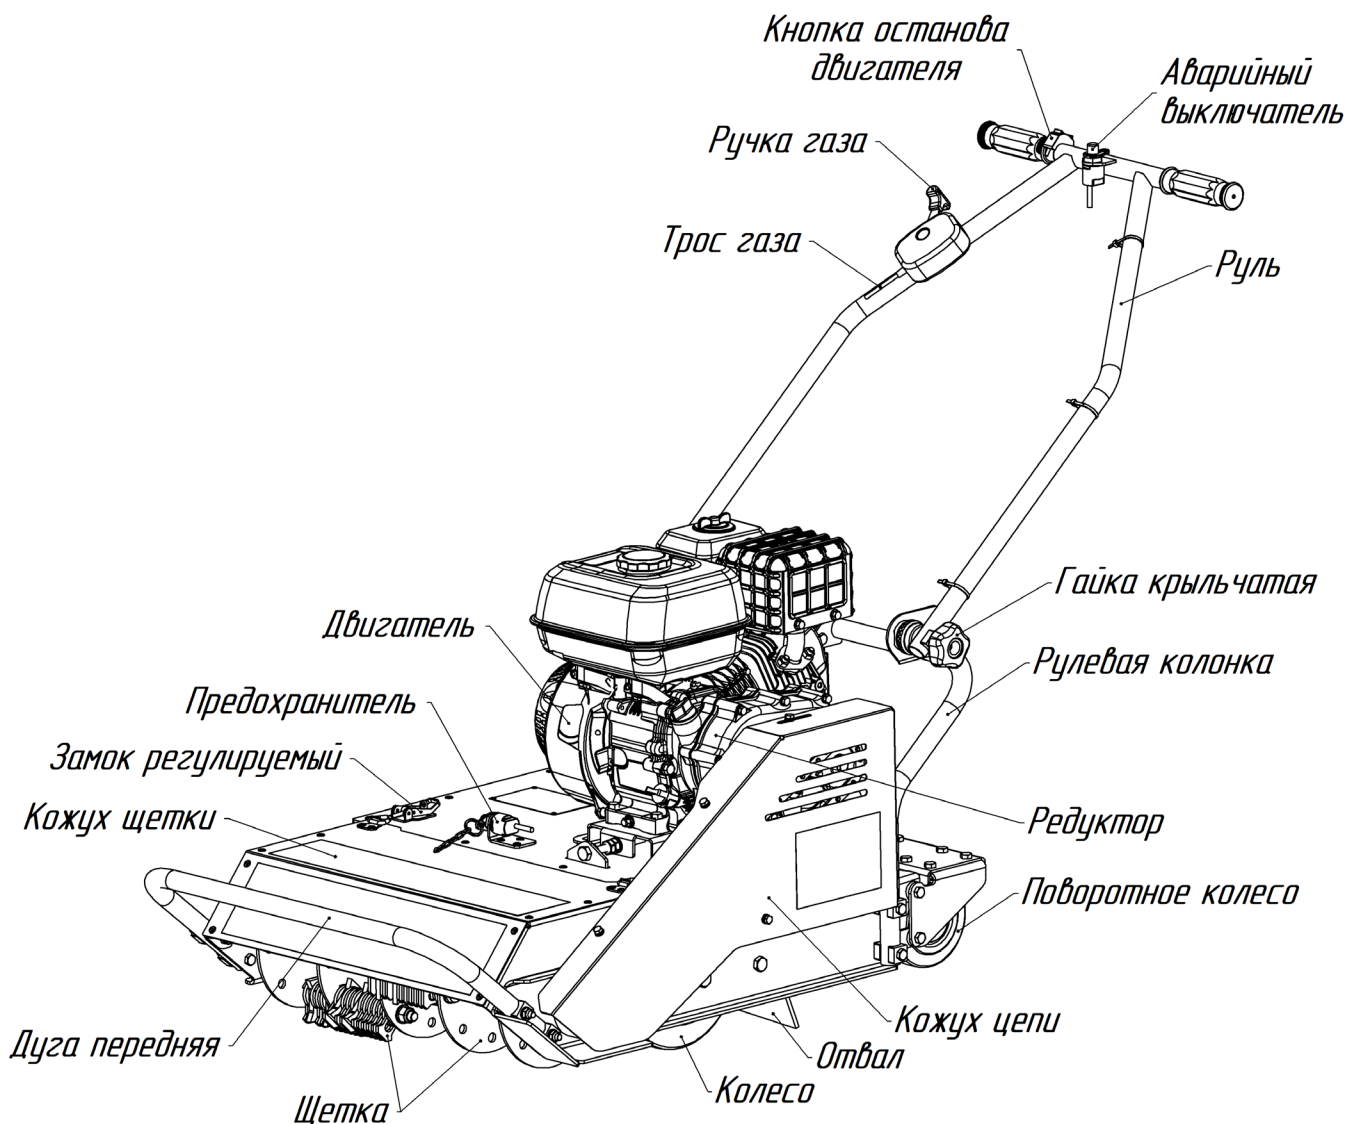

Рис.1. Общий вид ледокола ЛК1.
Основные узлы и детали устройства (рис.1, 2).
1. Снять кожух щетки (рис.1). Для этого отсоедините чеку предохранителя, отстегните замок регулируемый с левой и правой стороны кожуха и снимите кожух, потянув его вперед (на себя) (рис.1, 3).
4. Проверить отвал. Отвал защищает ваши ноги от летящей ледовой крошки, камней, песка и других частей, вылетающих из-под щетки ледокола (рис.1):
6. Проверить находятся ли предохранитель и аварийный останов в рабочем состоянии (рис.1).
1. Ослабить гайки крыльчатые с двух сторон (рис.1);